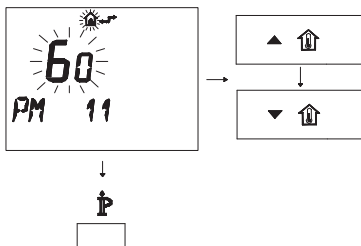

Figura 5.51
- Per modificare il SET programmato agire sui pulsanti o e aspettare che il numero programmato cominci a lampeggiare (Figura 5.51). Ogni passo incrementato o decrementato corrisponde a 1 secondi.